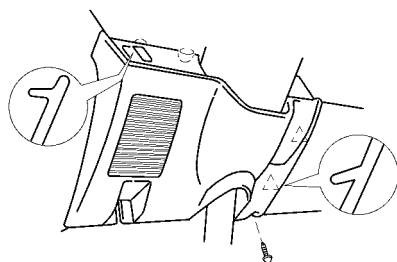

图 17-111 拆下右下罩板
(6) 拆下右下罩板。拆下 1 个螺钉和右下罩板，脱开扬声器接插件，如图 17-111 所示。